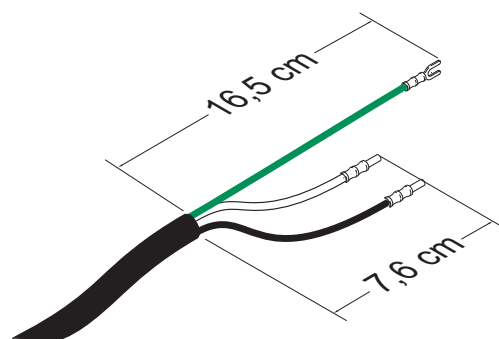

FIG. 8: Cable de alimentación
- Añada casquillos si fuera necesario. Vea la FIG. 8.